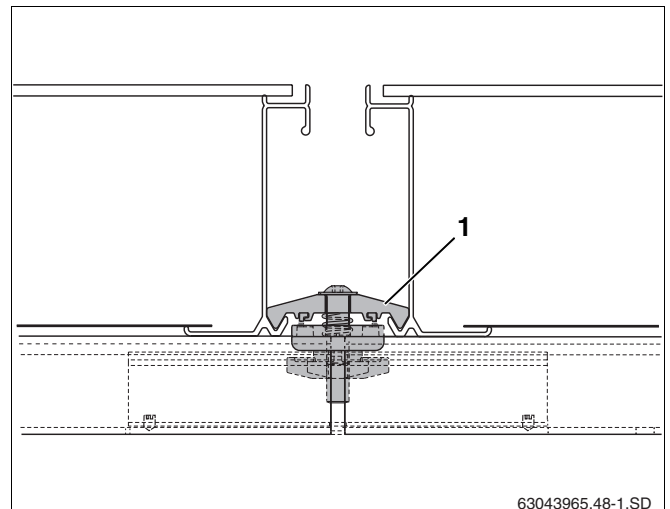

fig. 48 Tensor de colector bilateral entre dois colectores
O dispositivo de fixação (fig. 48, **item 1**) agarra agora o canto inferior do colector.